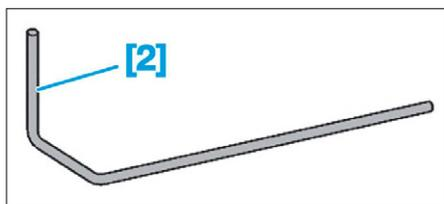

FIG. 81
- [2]. Pige pour galet dynamique (réf : 0188-Q2) (Fig.81).